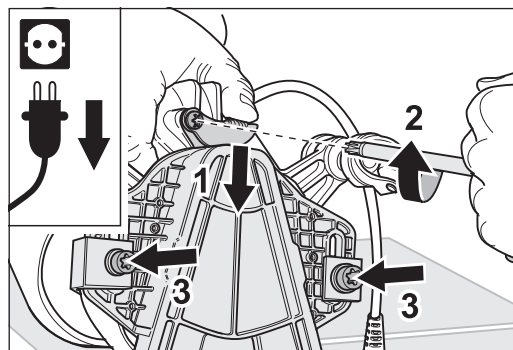

Abb. 37 Die FLIP® am Ventilatorgehäuse festhalten, das Riemenspannblech andrücken (1) und die drei Schrauben festziehen (2 und 3).
- 5 Halten Sie nun die FLIP® am Ventilatorgehäuse fest und drücken Sie gleichzeitig mit dem Daumen das Riemenspannblech gegen den Vorsatz (Abb. 37, 1). Ziehen Sie mit der anderen Hand und dem Universalschlüssel die drei zuvor gelösten Schrauben wieder fest (Abb. 37, 2 und 3).